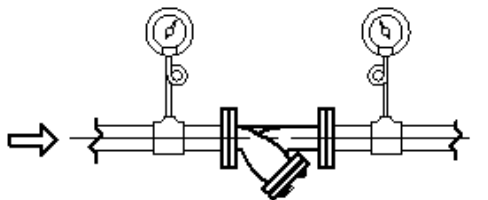

図1
- (1) ストレーナの前後に圧力計を取り付けると、差圧により目づまりの状態を知ることができます。[6. 1 配管図例 図1参照]
- (2) 取付けは、ふた部が下向きになるようにして下さい。
[6. 1 配管図例 図1参照]